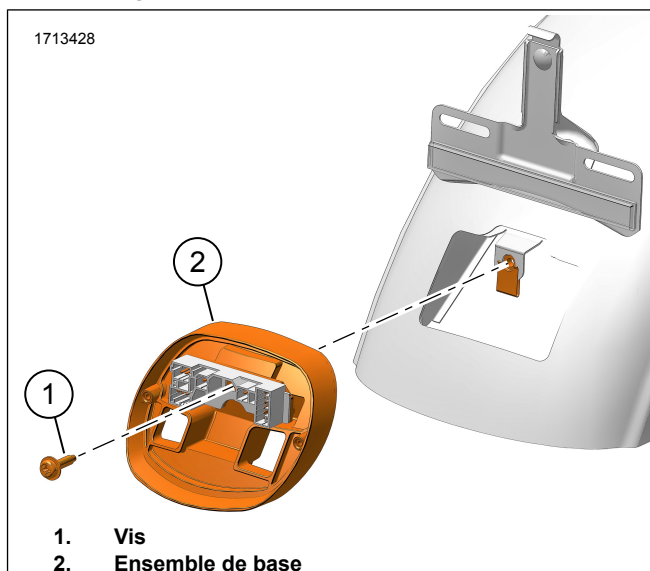

Figure 4. Feu arrière classique
- e. Voir la figure 4. Retirer la vis (1) et assemblage de base (2).
- f. Éliminer l'assemblage de base (2) avec le circuit imprimé.